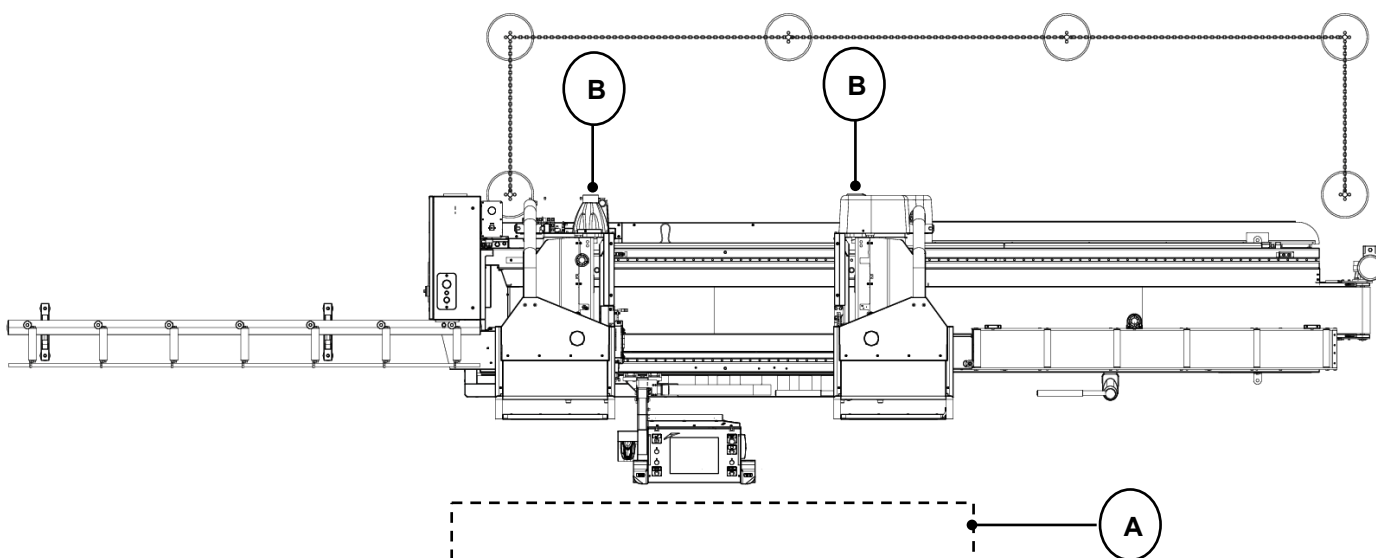

Fig. 04-03
Essa área é isenta de riscos para o pessoal responsável e é descrita como uma "área de comando e controle do operador" "A" (Fig. 04-03).
Se a máquina for colocada no meio da oficina ou até mesmo perto de uma parede, deve-se instalar um cavalete de boa estrutura na parte traseira da máquina, conforme mostrado na Fig. 04-03.
1. Área traseira para evacuação forçada de cavacos e fumos “B” (**Fig. 04-03**): RECOMENDA-SE não utilizar a máquina sem um aspirador conectado e funcionando; é proibida a permanência de qualquer pessoa nesta área.